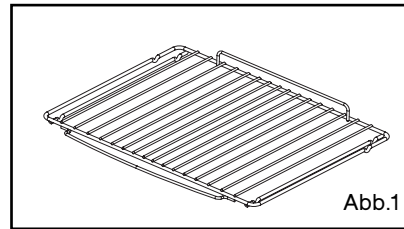

Abb.1
- **Sicherheitsrost mit Griff (Abb.1)**